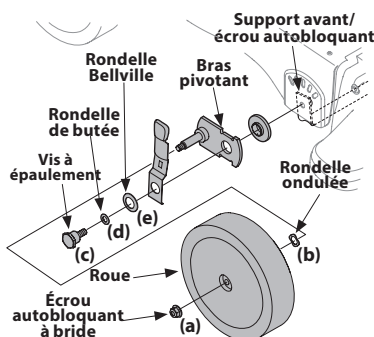

Figure 22
- Retirez les écrous autobloquants à bride (a), les roues avant et les rondelles ondulées (b) qui fixent les bras pivotants. Voir Figure 22.